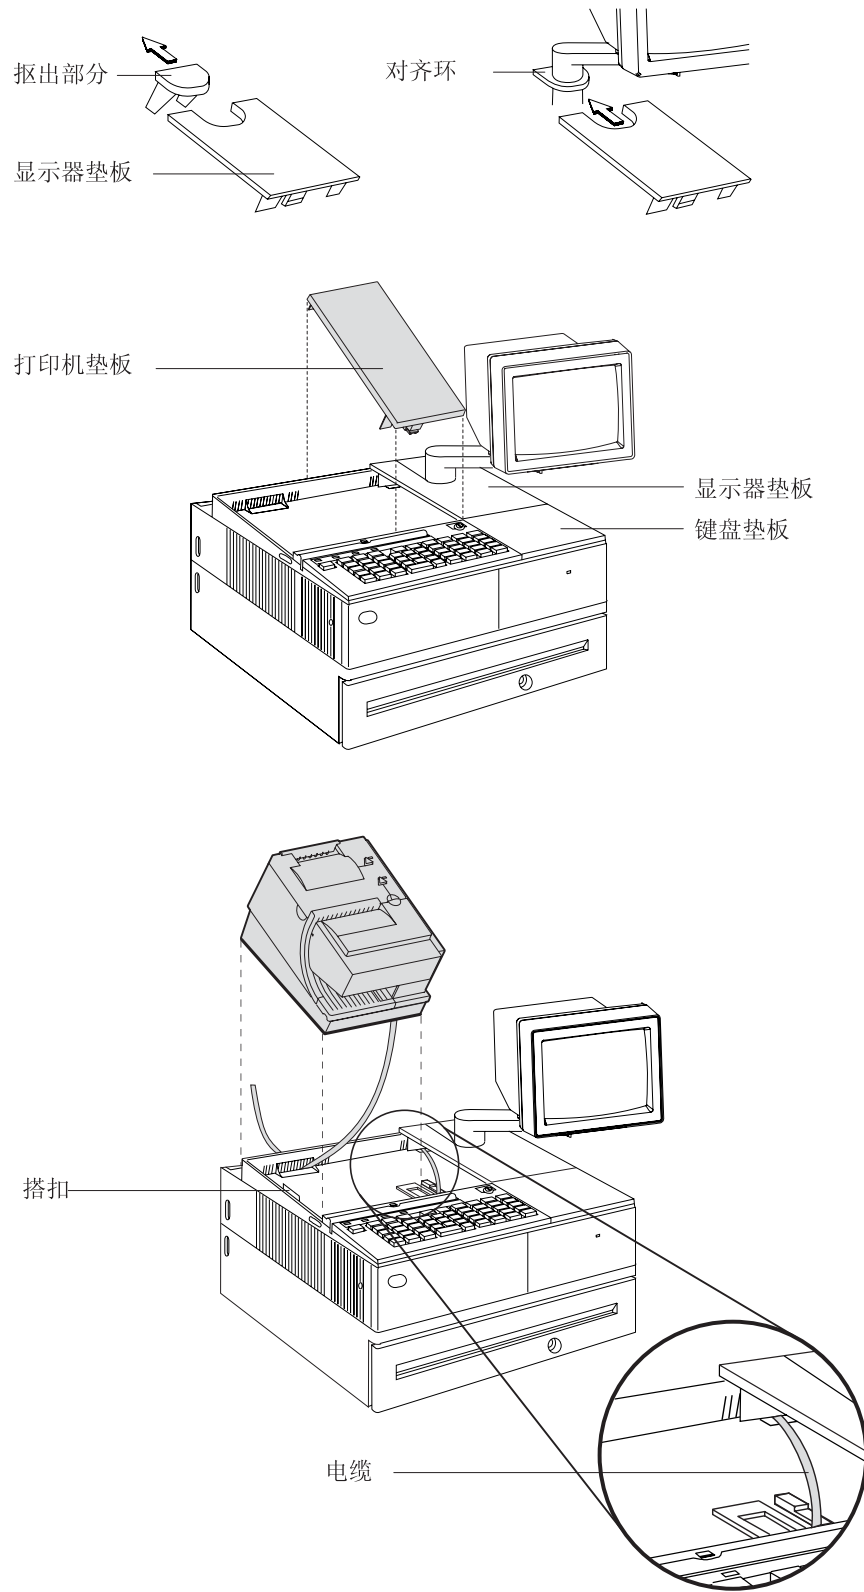

图 13. 安装 USB 系统的垫板。(图中示例为 SurePOS 700 系列系统。)
2. 将与视频显示器相应的垫板放置在该系统单元上。**切勿取下挡芯部分**，除非安装了集成式视频。请参阅第 23 页的图 13。
3. 如果使用的是短键盘，请将键盘填充件放在键盘边上。请参阅第 23 页的图 13。
4. 将打印机填充件放在显示器填充件边上。**请务必将键盘电缆沿侧边布线**，如第 23 页的图 13 所示。